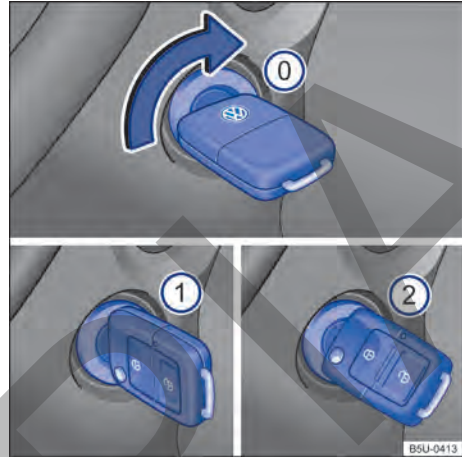

Fig. 84 Al lado del volante de la dirección, a la derecha: posiciones de la llave del vehículo en la cerradura de encendido.
Posiciones de la llave del vehículo → fig. 84
- *Vehículos con arranque en caliente:* girar la llave del vehículo a la posición → fig. 84 ①. El encendido está conectado. En ese momento la luz de control del sistema de arranque en caliente  se encenderá en el instrumento combinado. Esperar a que la luz de control  se apague indicando el final del calentamiento del combustible (esta acción puede ser necesaria en condiciones de arranque con el motor frío).
- *Vehículos sin arranque en caliente:* girar la llave del vehículo a la posición → fig. 84 ①. El encendido está conectado.
- Girar la llave del vehículo en el cilindro del encendido hacia la posición → fig. 84 ② – no acelere. Cuando el motor comience a funcionar, soltar la llave del vehículo en la cerradura de encendido.
- *Vehículos con arranque en caliente:* girar la llave del vehículo en el cilindro del encendido hasta la posición → fig. 84 ② para poner en marcha el motor – sin acelerar. En caso de que no se respete la etapa 5, la luz de control  parpadeará indicando la necesidad de interrumpir el procedimiento de arranque y repetirlo después de volver la llave a la posición → fig. 84 ① y esperar aproximadamente 10 segundos.
- *Vehículos sin arranque en caliente:* girar la llave del vehículo en el cilindro del encendido hasta la posición → fig. 84 ② para poner en marcha el motor – sin acelerar.